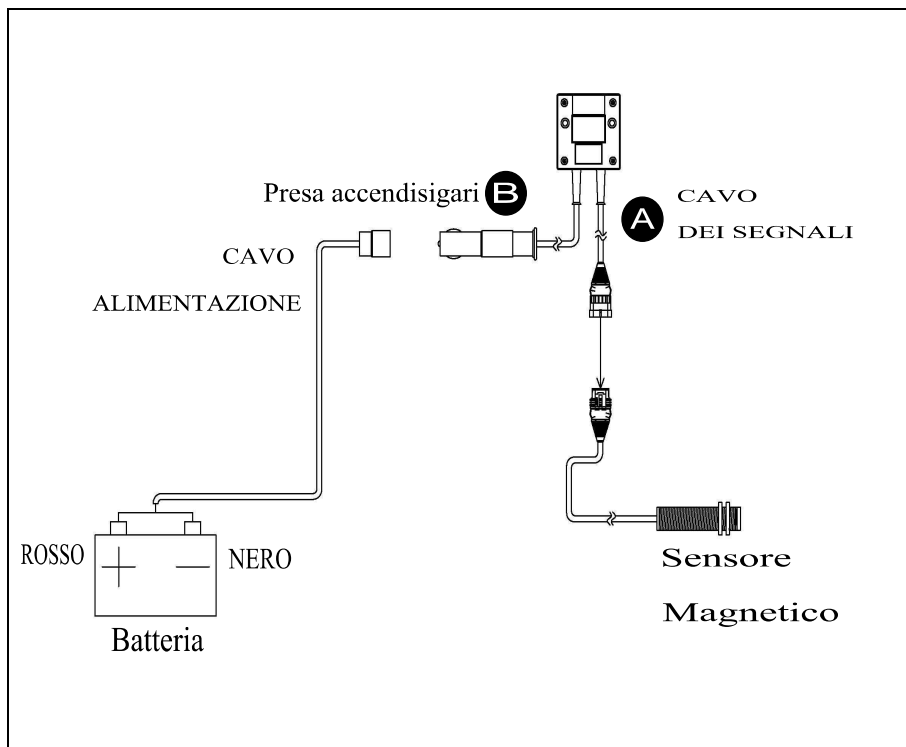

Figure 3. Schéma des branchements électriques.
- insérer les connecteurs des capteurs à disposition dans les connecteurs respectifs des câbles, jusqu'à l'émission d'un déclic sonore : chaque câble porte une étiquette avec une lettre ; pour effectuer les associations correctes, respecter les indications du tableau de Figure 3.